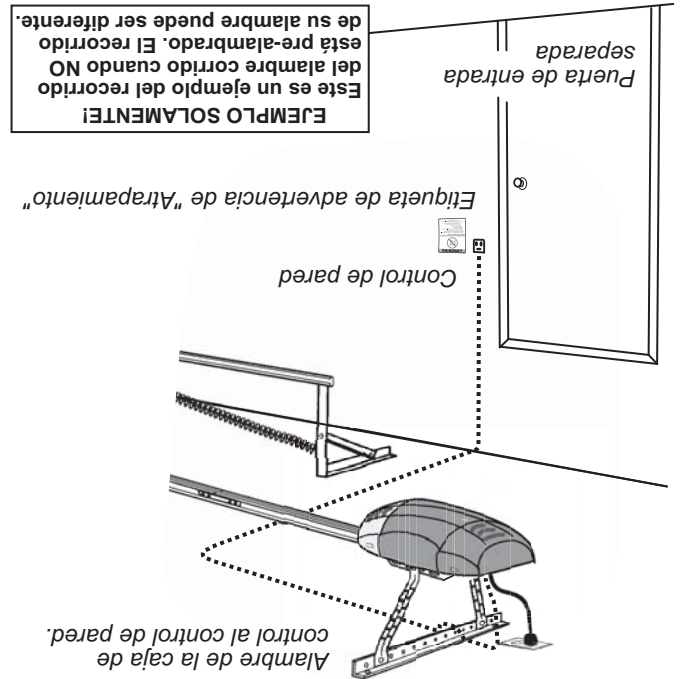

FIG. 3-1 Recorrido de alambre del control de pared
- Localice los extremos de alambres pre-alambrados del control de pared (**Fig. 3-1**).
- Escoja una localización conveniente para el control de pared del montaje usando las pautas mencionadas anteriormente (**Fig. 3-1**).
- Corra el alambre del control a la caja de control (**Fig. 3-1**).